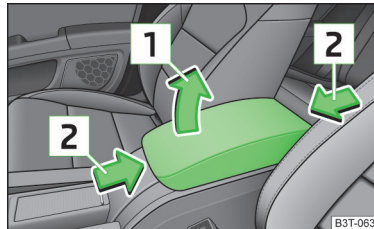

Abb. 74
- › Den Deckel zuerst bis nach unten klappen und dann in Pfeilrichtung **1** » Abb. 74 in eine der 4 Raststellungen heben.
- › Den Deckel in Pfeilrichtung **2** » Abb. 74 in die gewünschte Position verschieben.